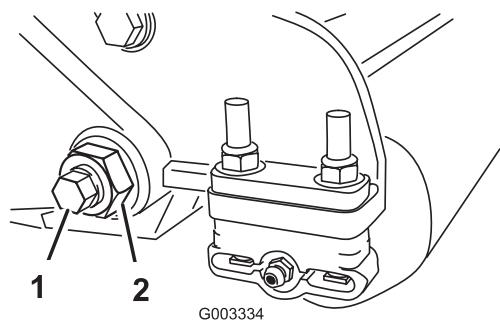
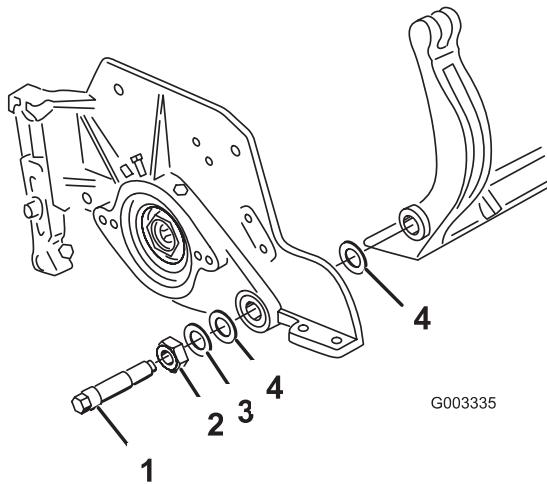

Figure 22
Figure 23
- De chaque côté de la machine, desserrez le contre-écrou de fixation du boulon de la barre d'appui (Fig. 22).
- Retirez les boulons de la barre d'appui de façon à pouvoir abaisser la barre et la déposer de la machine (Fig. 22). Mettez de côté les 2 rondelles en nylon et les 1 rondelles en acier estampé de chaque côté de la barre d'appui (Fig. 23).
- Fixez la barre d'appui sur chaque plaque latérale avec les boulons (munis d'écrous de blocage) et de 6 rondelles. Une rondelle en nylon doit être placée de chaque côté du bossage de la plaque latérale. Placez une rondelle en acier à l'extérieur de chaque rondelle en nylon (Fig. 23). Serrez les boulons de la barre d'appui à 37–45 Nm. Serrez les contre-écrous jusqu'à ce que les rondelles en acier extérieures cessent de tourner et que le jeu axial ait disparu, mais ne serrez pas excessivement et ne fléchissez pas les plaques latérales. Les rondelles intérieures peuvent présenter un espace.